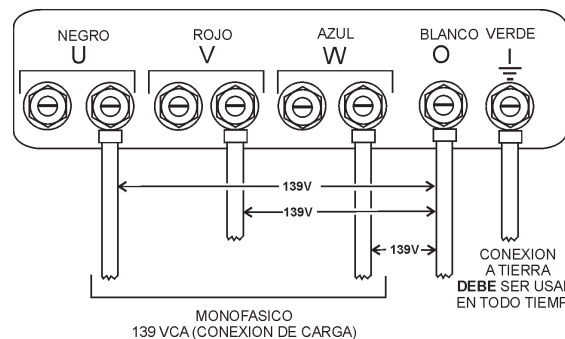

Figura 24. Contatos de las terminales UVWO conexiones 1Ø-139V
2. Conecte los cables de carga a las terminales UVWO como se muestra en la Figura 24.